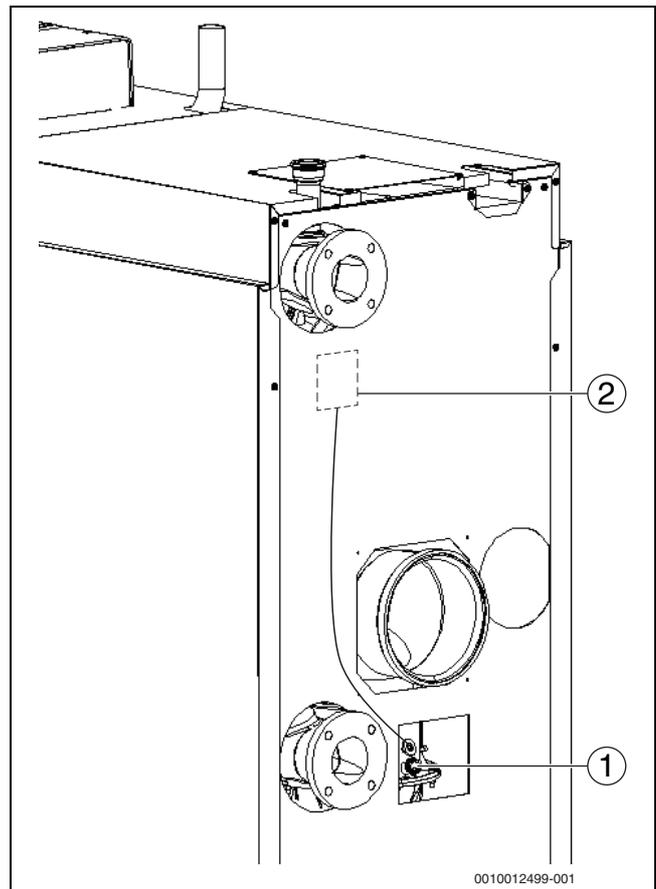

Fig. 33 Enregistrer les valeurs de mesure (puissances de chaudière 150-300 kW)
- ▶ Maintenir la sonde de mesure dans le courant primaire du collecteur de fumées à travers l'orifice de mesure (→ fig. 33, page 32) puis vérifier la teneur en O2.
- ▶ Maintenir la sonde de mesure dans le courant primaire du conduit de fumées à travers l'orifice de mesure (→ fig. 33, page 32) puis contrôler la teneur de  $\text{O}_2$ .
- ▶ Effectuer les mesures suivantes à un point de mesure de l'élément de raccordement chaudière (→ fig. 33 et 34) et les enregistrer dans le protocole de mise en service (→ chap. 17.6, page 70) :